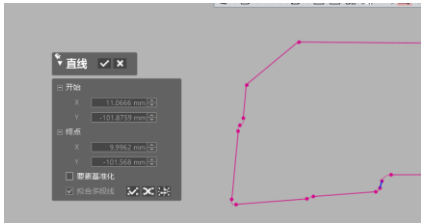
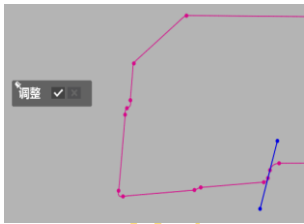

图 4.38 直线拟合
图 4.39 调整直线长度
4) 点击直线  按钮，选择要拟合出的直线，如图 4.38 所示，点击调整  按钮，对直线进行延长，如图 4.39 所示，点击退出  按钮退出草图环境。